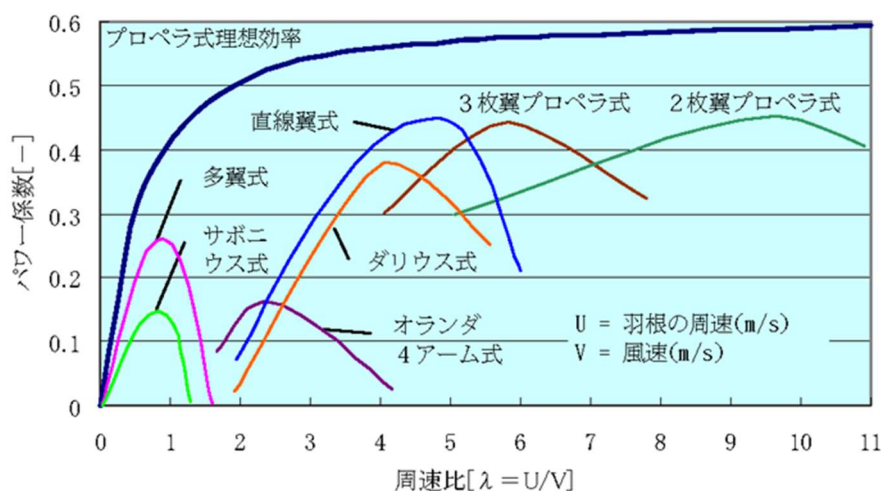

図6 各種の風車のパワー係数
- (1) 大型の風力発電用風車のブレードは、2 枚または 3 枚であることが多い。その理由を、小型の場合と対比し、ブレードの強度と破損リスクの観点から推察して、100～200 字で説明せよ。
- (2) 図 6 は、各種の風車のパワー係数と周速比の関係を示している。ここで、パワー係数とは、単位時間あたりに入射する風の運動エネルギーのうち風車によって取り出せるエネルギーの割合であり、風車の効率を表す。また、周速比とは、風車に入射する風速に対するブレード先端の周速の比である。
例1：図6に示されているように、周速比が約7.2のとき、ブレードの枚数が2枚でも3枚でもパワー係数はほぼ同じである。風車の製作，設置，維持管理に要するコストを考慮すれば，ブレードの枚数は少ない方が望ましい。よって，2枚とするのがよい。(114字)
例2：図6に示されているように，周速比が約7.2のとき，ブレードの枚数が2枚でも3枚でもパワー係数はほぼ同じである。風車の回転運動の安定性を考慮すれば，ブレードの枚数が多い方が回転面内の質量分布がより均等になるので望ましい。よって，3枚とするのがよい。(123字)